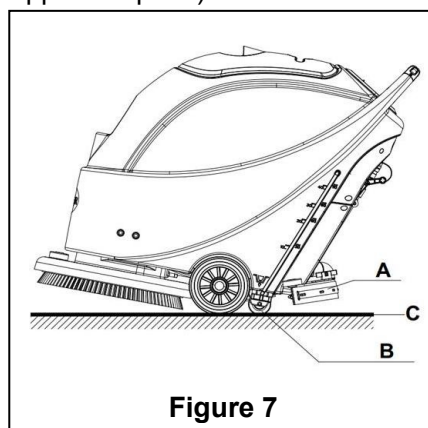

Figure 7
8. Relâchez l'interrupteur de sécurité (1) pour éteindre la brosse/le plateau porte disque et l'électrovanne.
9. Appuyez sur l'interrupteur de la pompe d'aspiration (39) sur la position "O" et la pompe d'aspiration s'arrête de fonctionner après une temporisation de 5 secondes.
10. Appuyez sur l'interrupteur de l'électrovanne(40) sur la position "O" pour arrêter complètement le fonctionnement de l'électrovanne.
11. Appuyez sur l'interrupteur d'alimentation (38) sur la position "O". Et débranchez le câble d'alimentation (9) de la source électrique.
12. Utilisez la poignée de levage de la raclette (14) pour soulever la raclette.
13. Saisissez le guidon (2) et inclinez légèrement la machine vers l'arrière jusqu'à ce que la roue de guidage (B) touche le sol. Voir Figure 7.